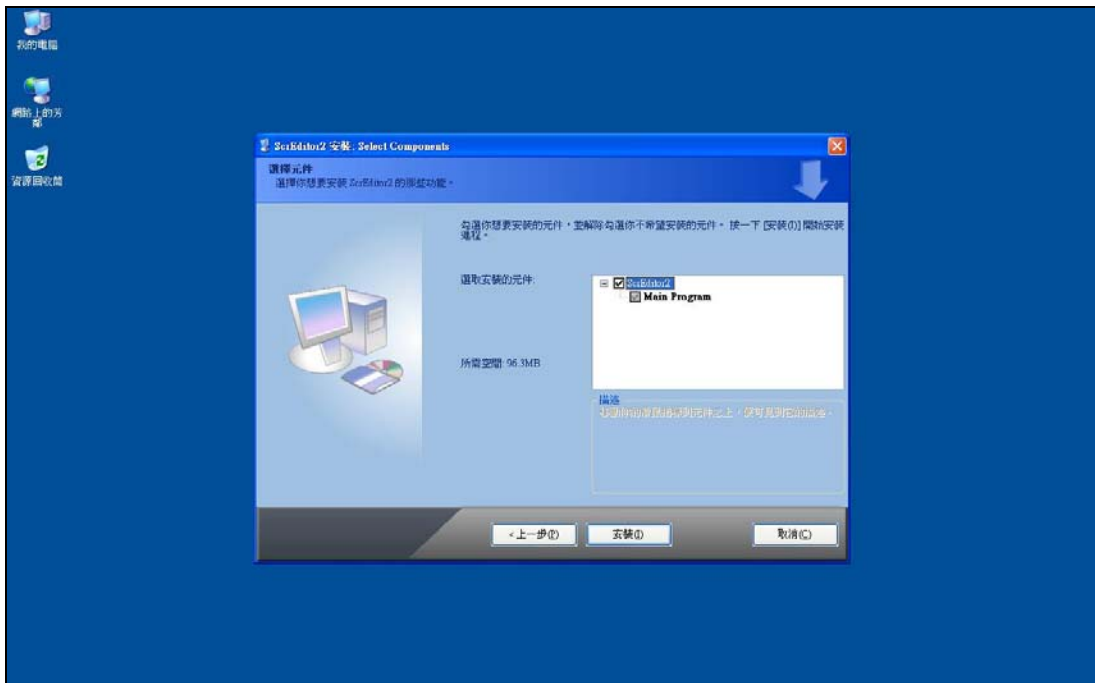

图 3-1-4 选择安装元件画面
3. 按下【下一步】键后, 信息对话框内会显示可安装的元件项目(图 3-1-4)。目前软件并无其他可选择的元件, 因此直接按下【安装】键, Screen Editor 程序便开始执行安装。未来若有提供其他元件选择, 用户可自行选取所需安装的项目安装。